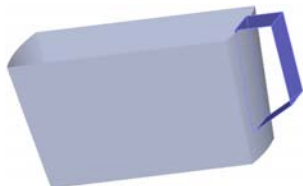
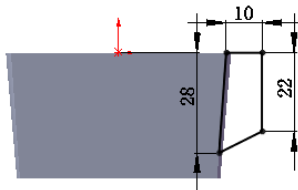

图 5.11.4 曲面-拉伸 2
图 5.11.5 横断面草图
Step3. 创建图 5.11.4 所示的零件特征——曲面-拉伸 2。选择下拉菜单 **插入(I) → 曲面(S) → 拉伸曲面(E)...** 命令，系统弹出“拉伸”对话框；选取上视基准面为草图基准面，绘制图 5.11.5 所示的横断面草图；采用系统默认的拉伸方向，在“曲面-拉伸”对话框 **方向1** 区域的下拉列表中选择 **两侧对称** 选项，输入深度值 10.0；单击对话框中的 **✓** 按钮，完成曲面-拉伸 2 的创建。